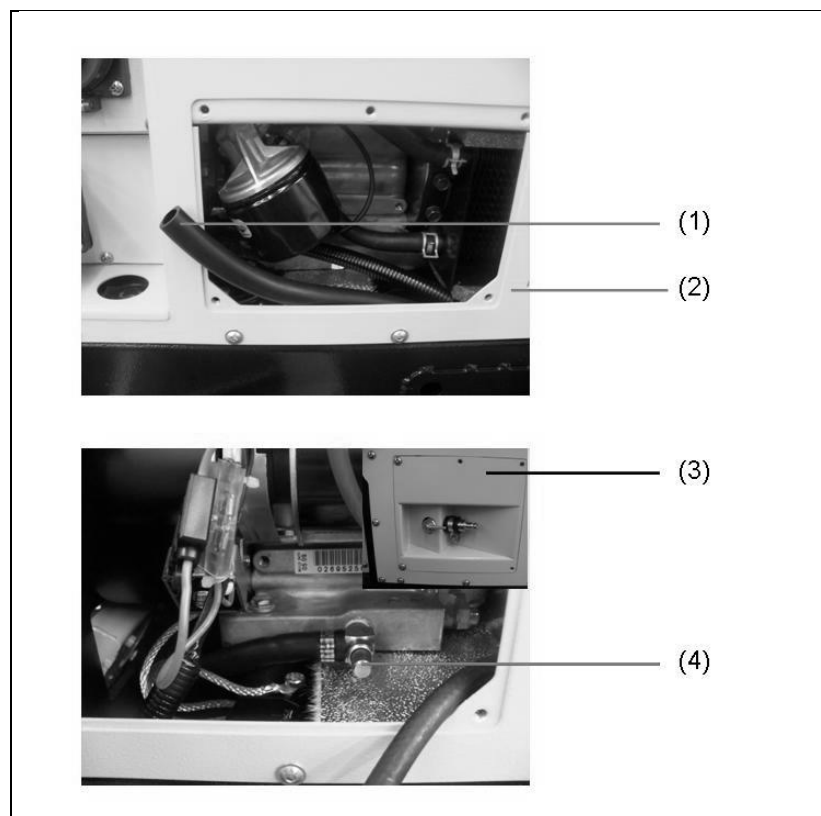

Abb. 6-3: Öl wechseln
2. Ölablassschlauch (Abb. 6-3-(1)) ganz herausziehen.
4. Seitenblech-Dreiwege-Hahn (Abb. 6-3-(3)) auf der gegenüberliegenden Seite abschrauben.
5. Ölablasshahn (Abb. 6-3-(4)) öffnen. Hierzu ein wenig an der Schraube drehen bis Öl über den Ölablassschlauch (Abb.
6. Anschließend Ölablasshahn (Abb. 6-3-(4)) wieder schließen und Seitenbleche wieder anschrauben.